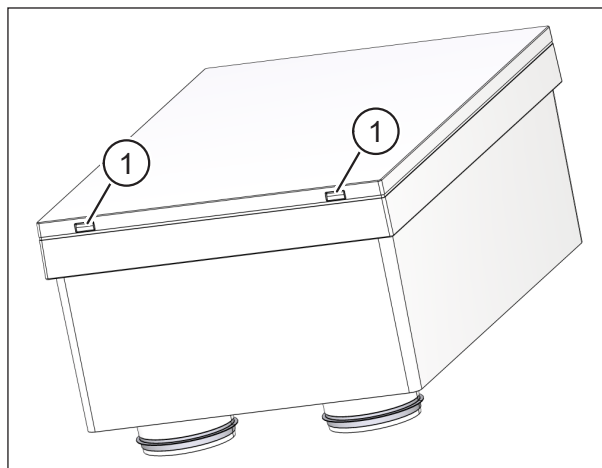

Fig. 30: Demontarea capacului aparatului de ventilație
- ▶ Cu degetele mari de la ambele mâini, apăsați cele două dispozitive de blocare (elementul 1 în Fig. 30) aflate în partea inferioară a aparatului de ventilație. Capacul aparatului se va detașa.